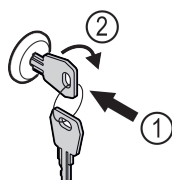

Fig. 177
- Klíč zasuněte dovnitř Fig. 177 (1).
- Otáčejte klíčem o 90° ve směru hodinových ručiček Fig. 177 (2).